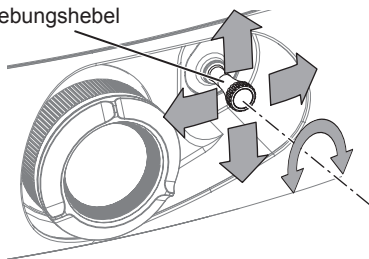

Abb. 1
3) Stellen Sie die Objektivverschiebung ein. (Abb. 1)